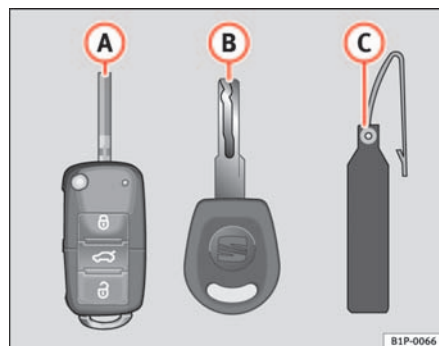

Fig. 63 Juego de llaves
- una llave con mando a distancia ⇒ fig. 63 A con espadín desplegable,
Sólo es posible hacer duplicados con el número de la llave del llavero de plástico ⇒ fig. 63 B. Por este motivo:
- Utilice las dos llaves que se entregan con el vehículo ⇒ **página 100, fig. 63**, la llave provista de emisor de radiofrecuencia  y la llave convencional .